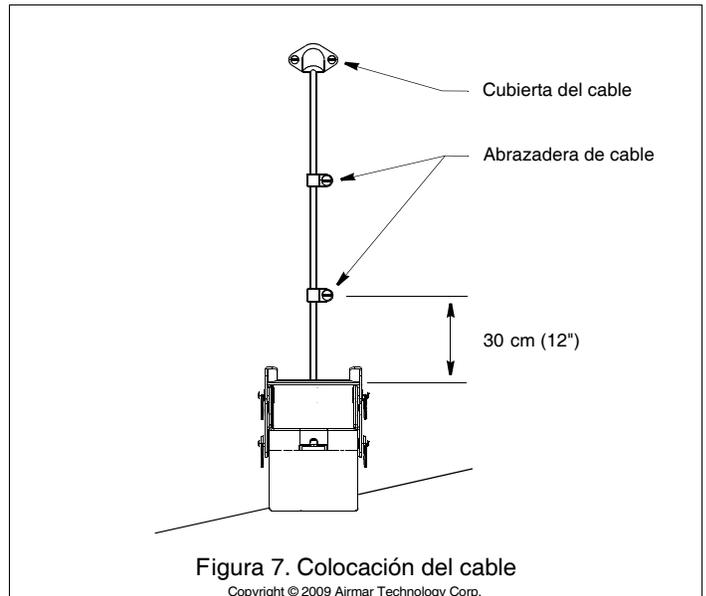

Figura 7. Colocación del cable
1. Si debe perforar el espejo de popa, seleccione un lugar muy **por encima de la línea de flotación** (figura 7). Compruebe si algún obstáculo como aletas de trimado, bombas o cables en el interior del casco. Marque el lugar con un lápiz. Practique el taladro con una broca de la medida adecuada para el conector.